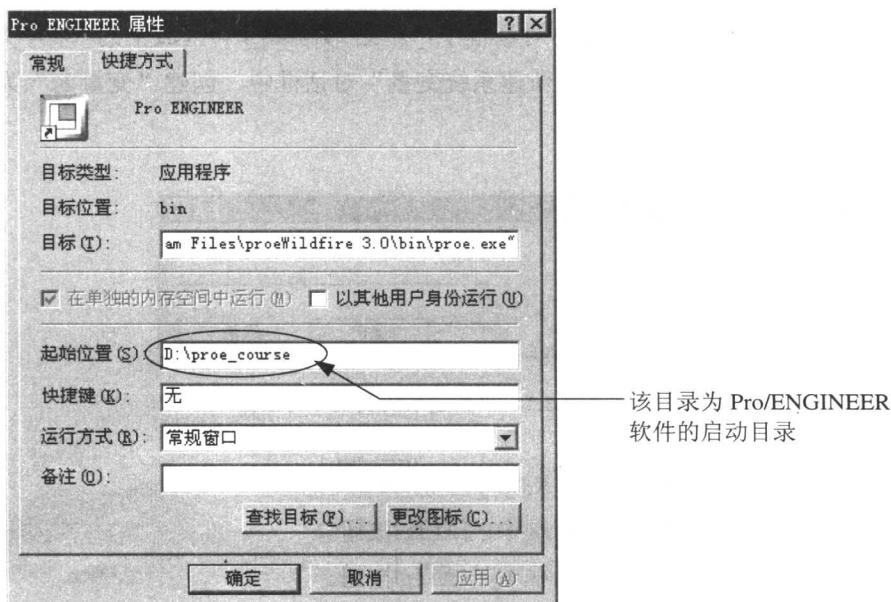

图 1.3.1 “Pro ENGINEER 属性”对话框
Step2. 此时桌面上弹出如图 1.3.1 所示的“Pro ENGINEER 属性”对话框，单击该对话框的 **快捷方式** 标签，然后在 **起始位置(S):** 文本框中输入 D:\proe\_course，并单击 **确定** 按钮。